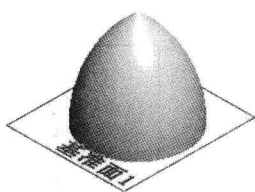

图 2.4 基准面 1
(3) 定义旋转轴线。采用草图中绘制的中心线作为旋转轴线(此时旋转窗口中显示所选中心线的名称)。
(4) 定义旋转属性。
① 定义旋转方向。采用系统默认的旋转方向。
② 定义旋转角度。在 **旋转参数(R)** 区域的  文本框中输入数值 360.0。
(5) 单击窗口中的  按钮，完成旋转 1 的创建。
Step3. 创建图 2.4 所示的基准面 1。选择下拉菜单 **插入(I)** → **参考几何体(G)** →